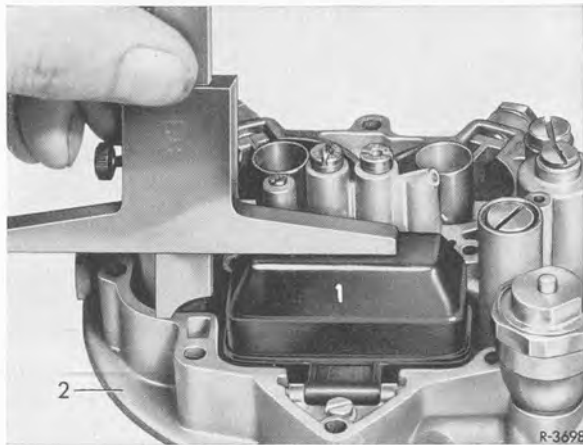

Bild 00-14/1
2 Abstand zwischen Trennfläche Platineblock (2) und Oberkante Schwimmer (1) messen (Bild 00-14/1).
1 Pumpenhebel (5) und Betätigungshebel (4) auf Leichtigkeit prüfen (Bild 00-14/5).
Der Kraftstoffstrahl muß 10-15 mm unter der Oberkante des Platineblocks an die Wand des Lufttrichters spritzen (Bild 00-14/2).
4 Einspritzmenge messen. Vergaserdeckel abnehmen und Druckschraube (1) für den Vorzerstäuber (3) am Platineblock heraus-schrauben und Vorzerstäuber heraus-nehmen (Bild 00-14/3).